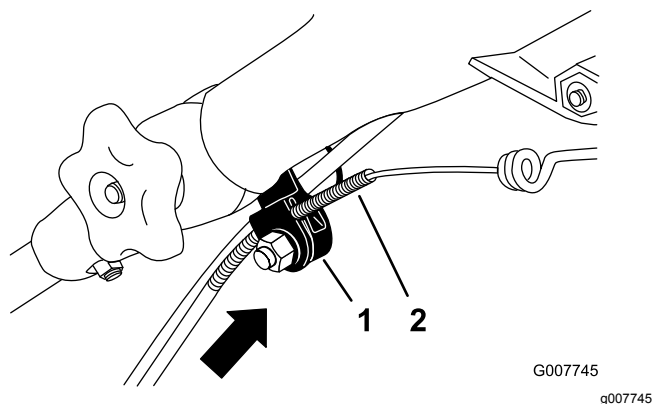

Figuur 47
3. Trek de kabelmantel naar beneden tot de speling in de blootgelegde kabel weg is (**Figuur 47**).